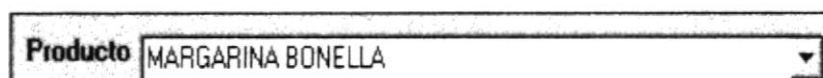

Figura 9.60. Lista de productos.
2. Haga click en  junto a la opción que dice *Producto* para seleccionar de la lista el producto que desee consultar (Ver Figura 9.60.).